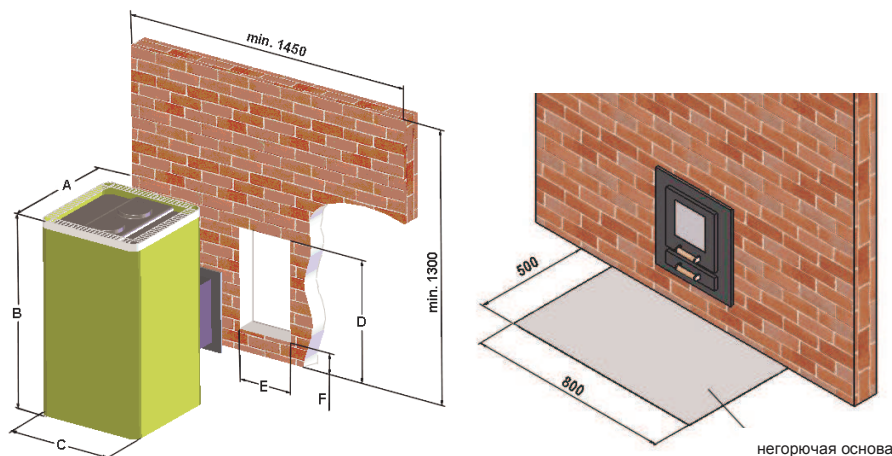

Рис. 4
Устанавливая печи в место эксплуатации должна быть предоставлена возможность заменить печь, не разрушая стен бани, т.е. расстояние от задней стенки печи должно быть не менее 300 мм, чтобы дверной щит свободно проходил в отверстие в стене (см. рис. 4)
- если пол бани деревянный, перед топкой печи кладётся стальной лист размеран 500x800 мм (см. рис. 4);
- деревянный потолок должен быть изолирован минеральной ватой толщиной не менее 50 мм **и закрыт оцинкованной жесью** или алюминиевым листом (см. рис.4).